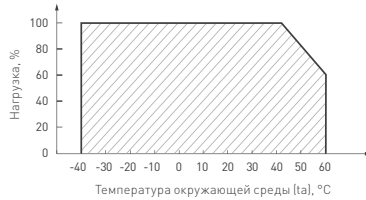

Рис. 6. Максимальная допустимая нагрузка, % от мощности источника
- температура окружающего воздуха от -40 до +60 °C, см. график зависимости максимально допустимой нагрузки на источник питания от температуры окружающий среды на рис. 6;
4.4. Не нагружайте источник питания более чем на 80% от его максимальной мощности. Учитывайте, что с повышением температуры окружающей среды максимальная мощность источника питания снижается, см. график зависимости максимальной допустимой нагрузки на источник питания от температуры окружающий среды на рис. 6.